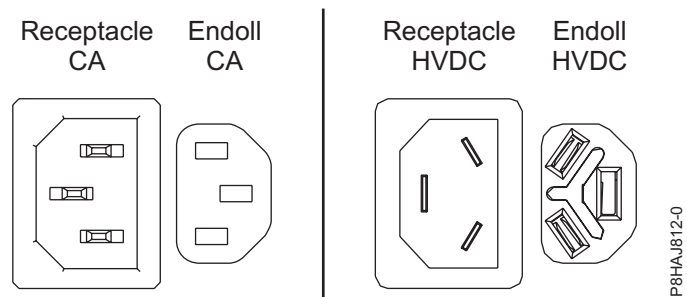
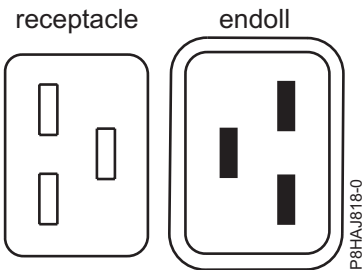
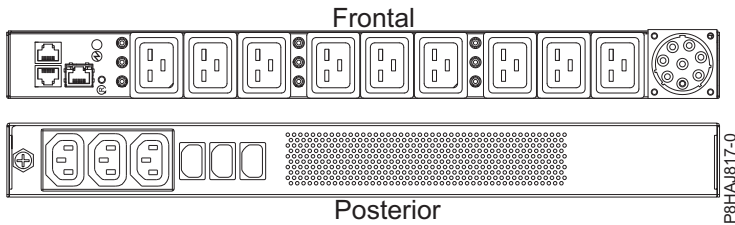

Figura 40. Connectors de CA i d'HVDC
Figura 41. Connectors per al sistema 8408-44E
Figura 42. PDU per al sistema 8408-44E
A la Figura 40 a la pàgina 56 es mostren els connectors admesos de corrent alternativa (CA) i de corrent directa d'alt voltatge (HVDC). A la Figura 41 a la pàgina 56 i a la Figura 42 a la pàgina 56 es